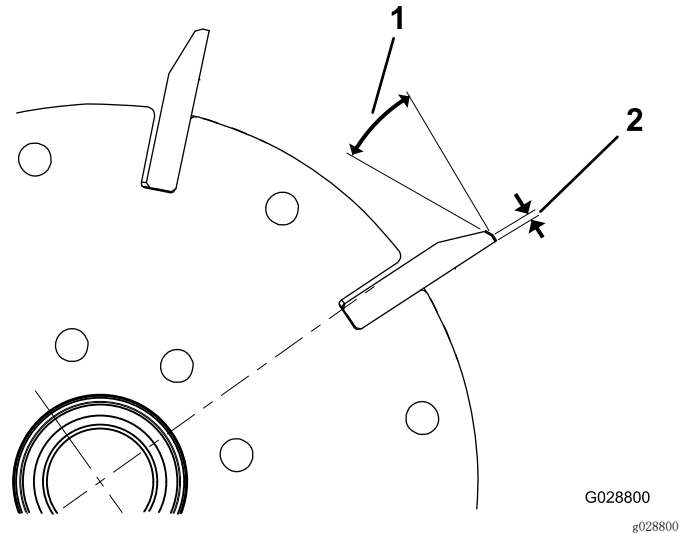
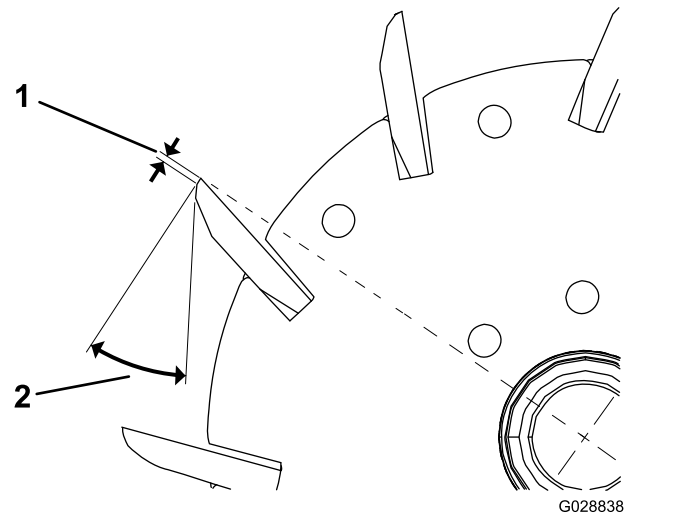

图13
图14
1. 对所有滚刀棱面进行30度铲磨，直至棱面宽度达到1.3mm（图13和图14）。